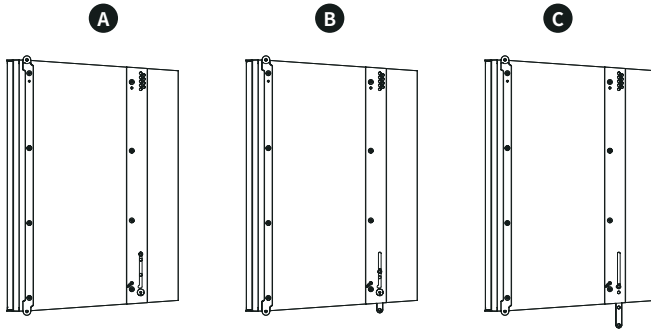

图 8. M-F3A FS 低音音箱中的后部吊挂件
- 底部孔位:当音箱下方不再需要吊挂其他音箱时,或是出于安全存放和运输的考虑时,可以将铝条完全隐藏在其中。详见图 8 中的 A。
- 中心孔位:用于安装 M-F3A FA34 适配器,以便在下方吊挂一个或多个 M-F3A 或 M-F3A PRO 音箱。详见图 8 中的 B。
- 上部孔位:用于在下方吊挂另一个 M-F3A FS。在此位置时,铝条完全伸出,用于确定下一个低音音箱的张角角度。详见图 8 中的 C。